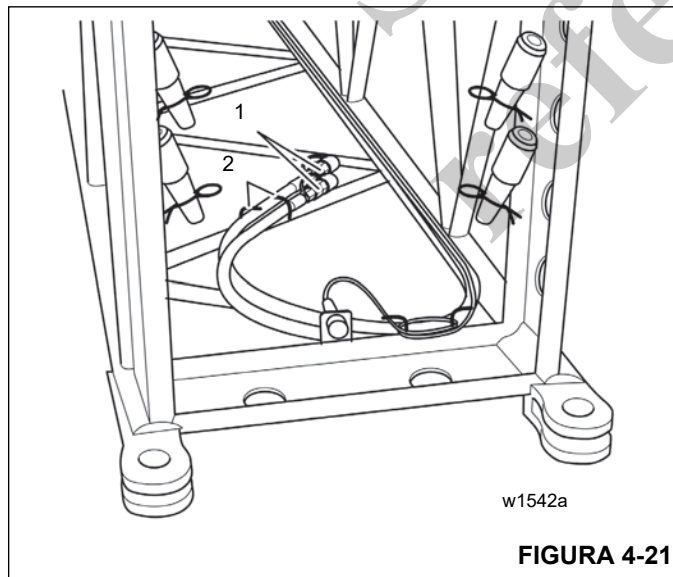

FIGURA 4-21
En la parte trasera de los insertos de 8 m (26 pies) hay dos mangueras hidráulicas (1) con acopladores rápidos. Estas mangueras hidráulicas pueden conectarse a la cabeza de la pluma principal o a un segundo inserto de 8 m (26 pies) (Figura 4-21).
Para el transporte, las mangueras hidráulicas se guardan en los sujetadores (2) (Figura 4-21).